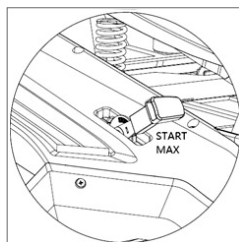

Рис. 30
- Установить регулятор подачи топлива в положение START (Рис.30).